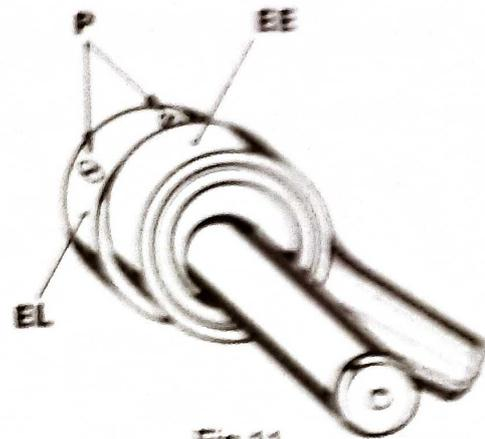
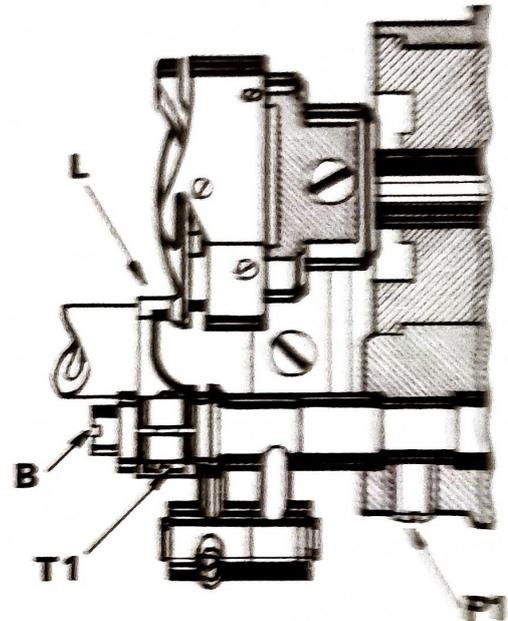

Fig.11
Fig.12
- Rapprocher latéralement l'excentrique du distributeur de fil EL de l'excentrique d'élévation EE (fig. 11).
- Desserrer la vis T1 de l'évateur du support du porte-canette (distributeur de fil) L (fig. 12 et 13) et faire tourner l'excentrique du distributeur EL jusqu'à son point maximal, vers l'opérateur (P.I.D.) et serrer ses deux goujons P (fig. 11).
5.3 Le réglage précis du distributeur de fil L peut s'obtenir en faisant tourner avec un tournevis le boulon excentrique B, après avoir desserré le goujon P1 (fig. 12 et 13). Serrer les goujons P après avoir terminé le réglage.
Desserrer la vis T1 et déplacer latéralement le distributeur L jusqu'à ce qu'on obtienne une cote d'environ $0,6$ à $0,8$ mm par rapport à la face du crochet (fig. 12). Lorsque le réglage est terminé, serrer la vis T1.